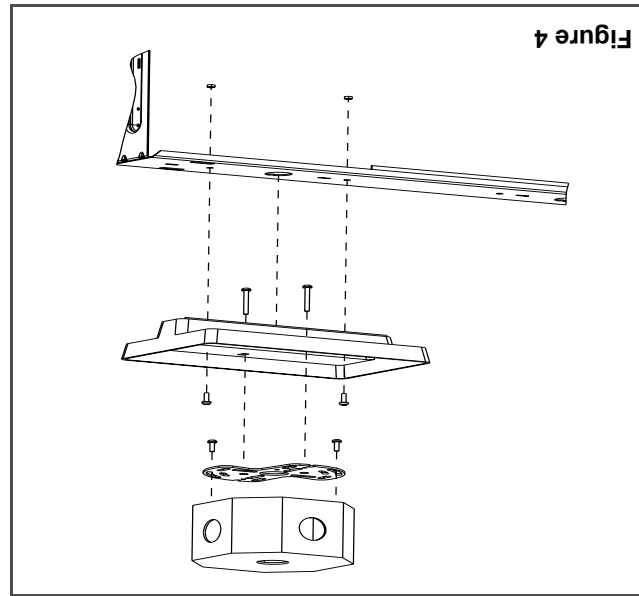

Figure 4
- Assembler le pavillon à l'enseigne à l'aide des vis #8-32 x 3/8" et des écrous à rondelle dentée (voir fig. 4).